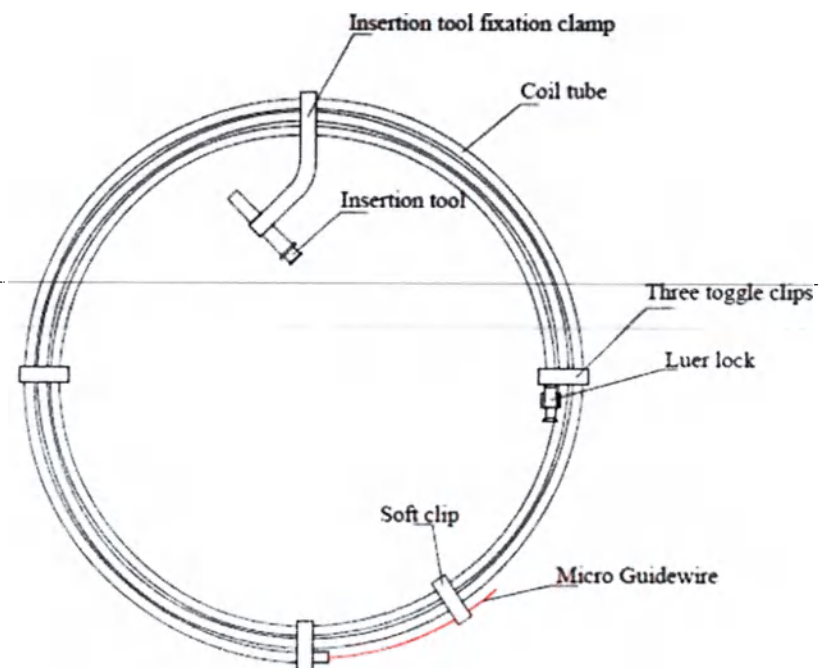

Рис. 8 Общий вид набора микропроводника внутрисосудистого Shunmei в сборке/ Fig. 8 General assembly drawing of Intravascular micro guidewire kit Shunmei
- 1) Перед извлечением проводника увлажните гидрофильное покрытие проводника, промыв гепаринизированным физиологическим раствором через спиральную трубку с помощью шприца, прикрепленного к Люэр Локу (см. Рисунок 8).
- 1) Before removing the guidewire, hydrate the hydrophilic segment by flushing heparinized saline through the coil tube using a syringe attached to the Luer lock (see Figure 8).